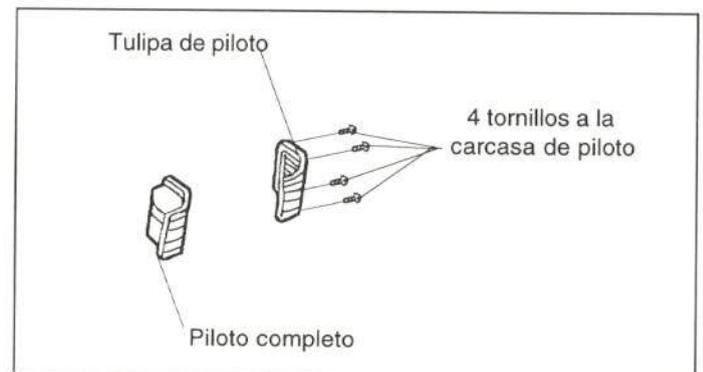

Figura 48.- Comercialización del piloto trasero
El fabricante lo comercializa completo, como pieza de recambio independiente, ofreciendo la posibilidad de adquirir su tulipa por separado (figura 48).
- Piloto (figura 48)